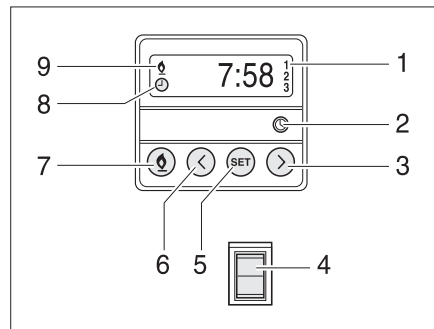

Bild 217 Bedieneinheit für Standheizung
Manuell einschalten: ■ Taste (Bild 217,7) drücken. Der Heizbetrieb wird durch das Symbol (Bild 217,9) angezeigt. Das Gebläse wird erst bei einer Kühlwassertemperatur von 30 °C zugeschaltet.
Manuell ausschalten: ■ Taste (Bild 217,7) drücken. Das Symbol (Bild 217,9) erlischt.
Motorbeheizung zuschalten: ■ Schalter (Bild 217,4) unten drücken. Motor wird vorgewärmt. Das Gebläse wird sofort zugeschaltet.
Motorbeheizung abschalten: ■ Schalter (Bild 217,4) oben drücken. Motor bleibt kalt.
Uhrzeit einstellen: ■ Taste (Bild 217,2) drücken. Die Uhrzeiteinstellung wird durch das Symbol (Bild 217,8) angezeigt.
■ Mit den Tasten (Bild 217,3 und 6) die Uhrzeit einstellen.
Heizbeginn programmieren: ■ Taste (Bild 217,5) drücken.
■ Innerhalb von 10 Sekunden mit den Tasten (Bild 217,3 und 6) die Einschaltzeit einstellen.
Programmierte Einschaltzeit auswählen: ■ Taste (Bild 217,5) so oft drücken, bis die gewünschte Programmnummer (Bild 217,1) im Display angezeigt wird.